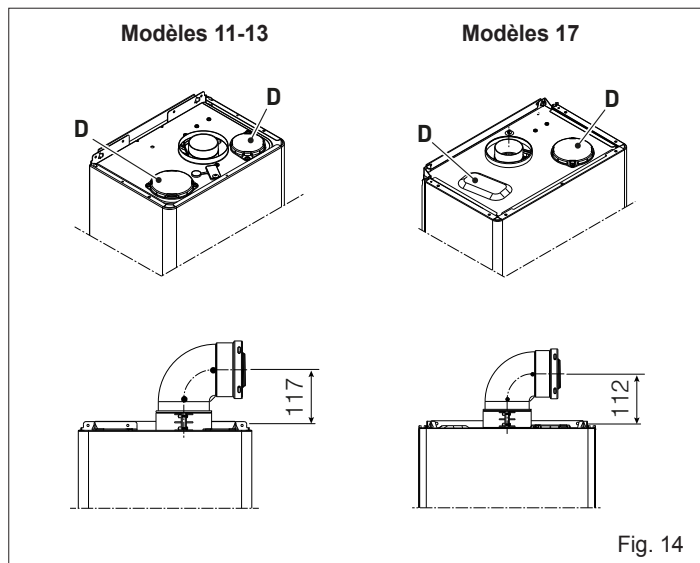

Fig. 14
Le chauffe-eau est prévu pour être raccordé à des conduits d'évacuation/ aspiration coaxiaux et avec l'ouverture pour l'aspiration d'air (D) fermée (Fig. 14).